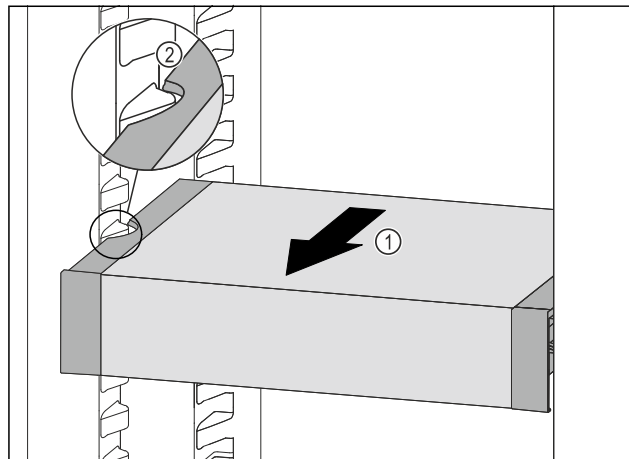

Fig. 101
- ▶ Tirare VarioSafe in avanti Fig. 101 (1) fino a quando le cavità laterali di VarioSafe non si trovano al livello della nervatura del contenitore nel vano frigorifero. Fig. 101 (2)